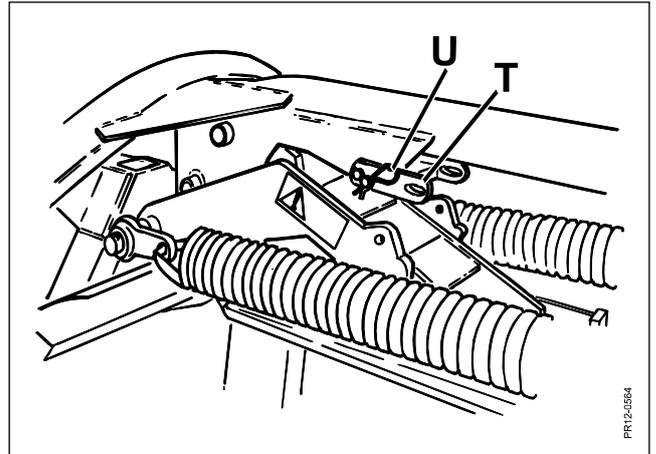

Fig. 2-14
**Fig. 2-14** Nach beendetem Transport und wenn die Maschine einsatzbereit gemacht werden soll, wird der Zapfen **U** vom Zentralparallelarm entfernt und die Verriegelung **T** wird stattdessen oben auf dem Oberlenker befestigt. Der Zapfen **U** wird wieder verwendet und mit Splinten in beiden Seiten befestigt.
**WICHTIG:** Die Verriegelung muß immer in der auf Fig. 2-14 gezeigte Position sein, wenn mit der Maschine gearbeitet wird.